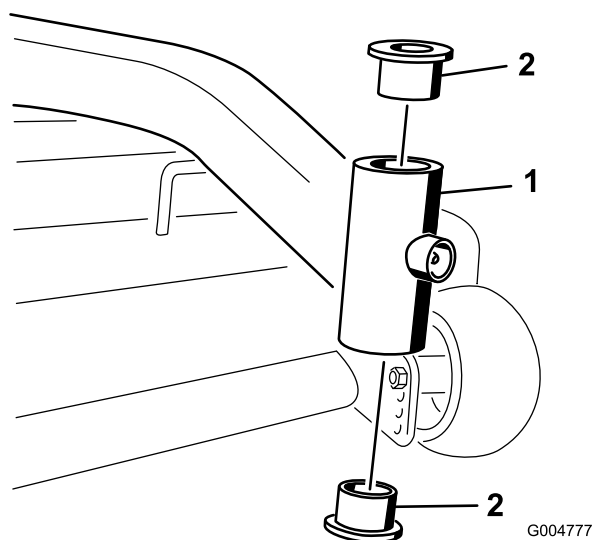

Figure 38
4. Insérez un chasse-goupille dans le tube de montage et chassez les bagues avec précaution (Figure 38). Nettoyez l'intérieur du tube de montage.